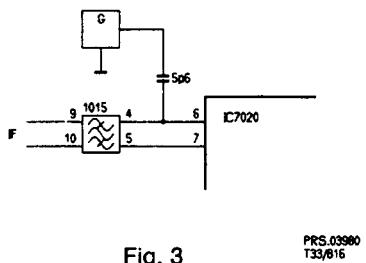

Fig. 3
Einen Signalgeber (z.B. PM 5326) anschliessen, wie es in Fig. 3 enthalten ist, und dessen Frequenz auf 38,9 MHz einstellen. Ein Voltmeter an Anschluss 15 von IC7020 schalten und mit 5034 auf 2,5 Volt (Gleichsp.) regeln. Dies ist nicht wirksam in System SECAM L'.
- a. Einen Signalgeber (z.B. PM5326) anschliessen wie es Fig. 3 zeigt, und dessen Frequenz auf 38,9 MHz einstellen. Das Signal mit beispielsweise 1 kHz in Amplitude modulieren. Widerstand 3001 auf einer Seite loslöten (Speisespannung für den Tuner). Oszilloskop an Anschluss 22 von IC7020 schalten und 5035 auf ein Höchstsignal (unverzerrt) regeln. Dafür sorgen, dass der Demodulator nicht übersteuert wird. Widerstand 3001 wieder anlöten.